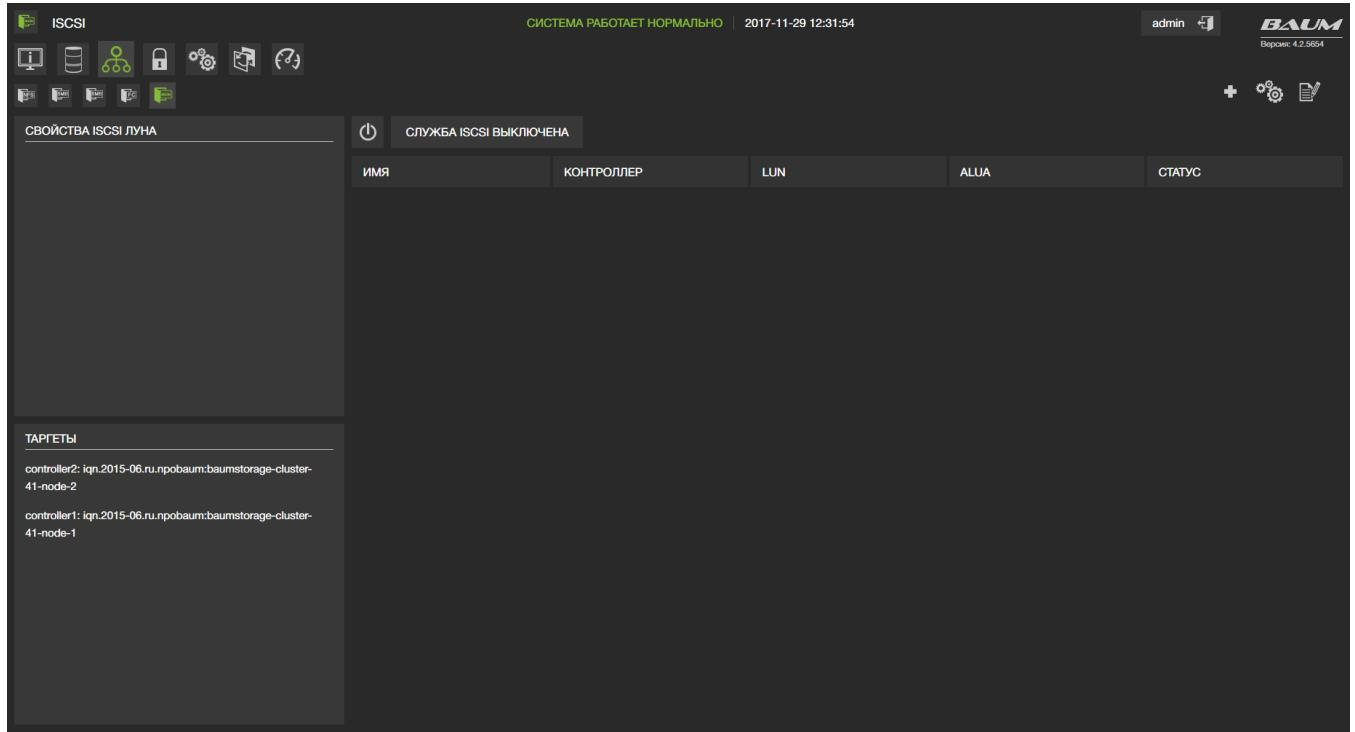

Рисунок 50 – iSCSI
1) Перейти на вкладку «iSCSI» (выбрать «Протоколы» → «iSCSI») (см. Рисунок 50)